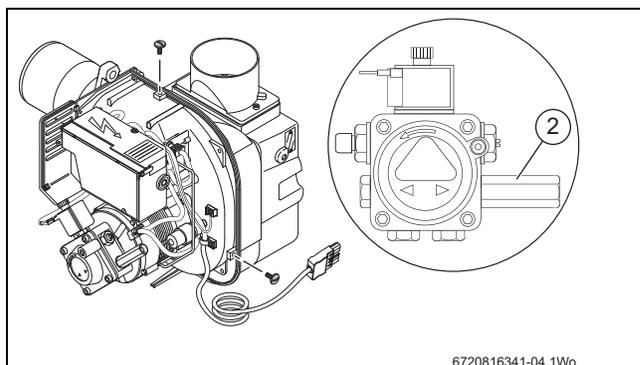

Fig. 43 Accès au raccord de vidange et du manomètre
- ▶ Remonter le capot du brûleur [1] (figure 43, page 28).